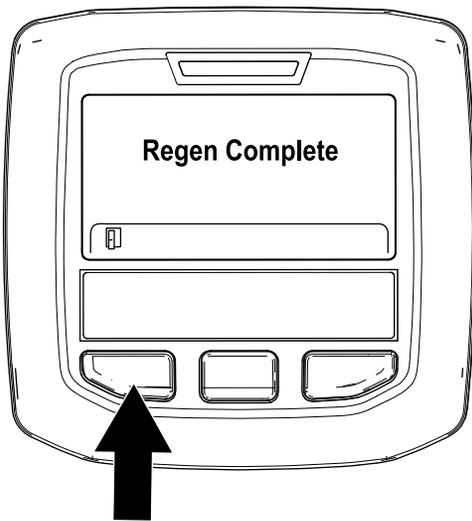

Figura 39
9. Cuando la regeneración en estacionamiento se haya completado, en el InfoCenter se muestra el mensaje "Regen Complete" (Regeneración completada). Pulse el botón izquierdo para salir de la pantalla de inicio (Figura 39).